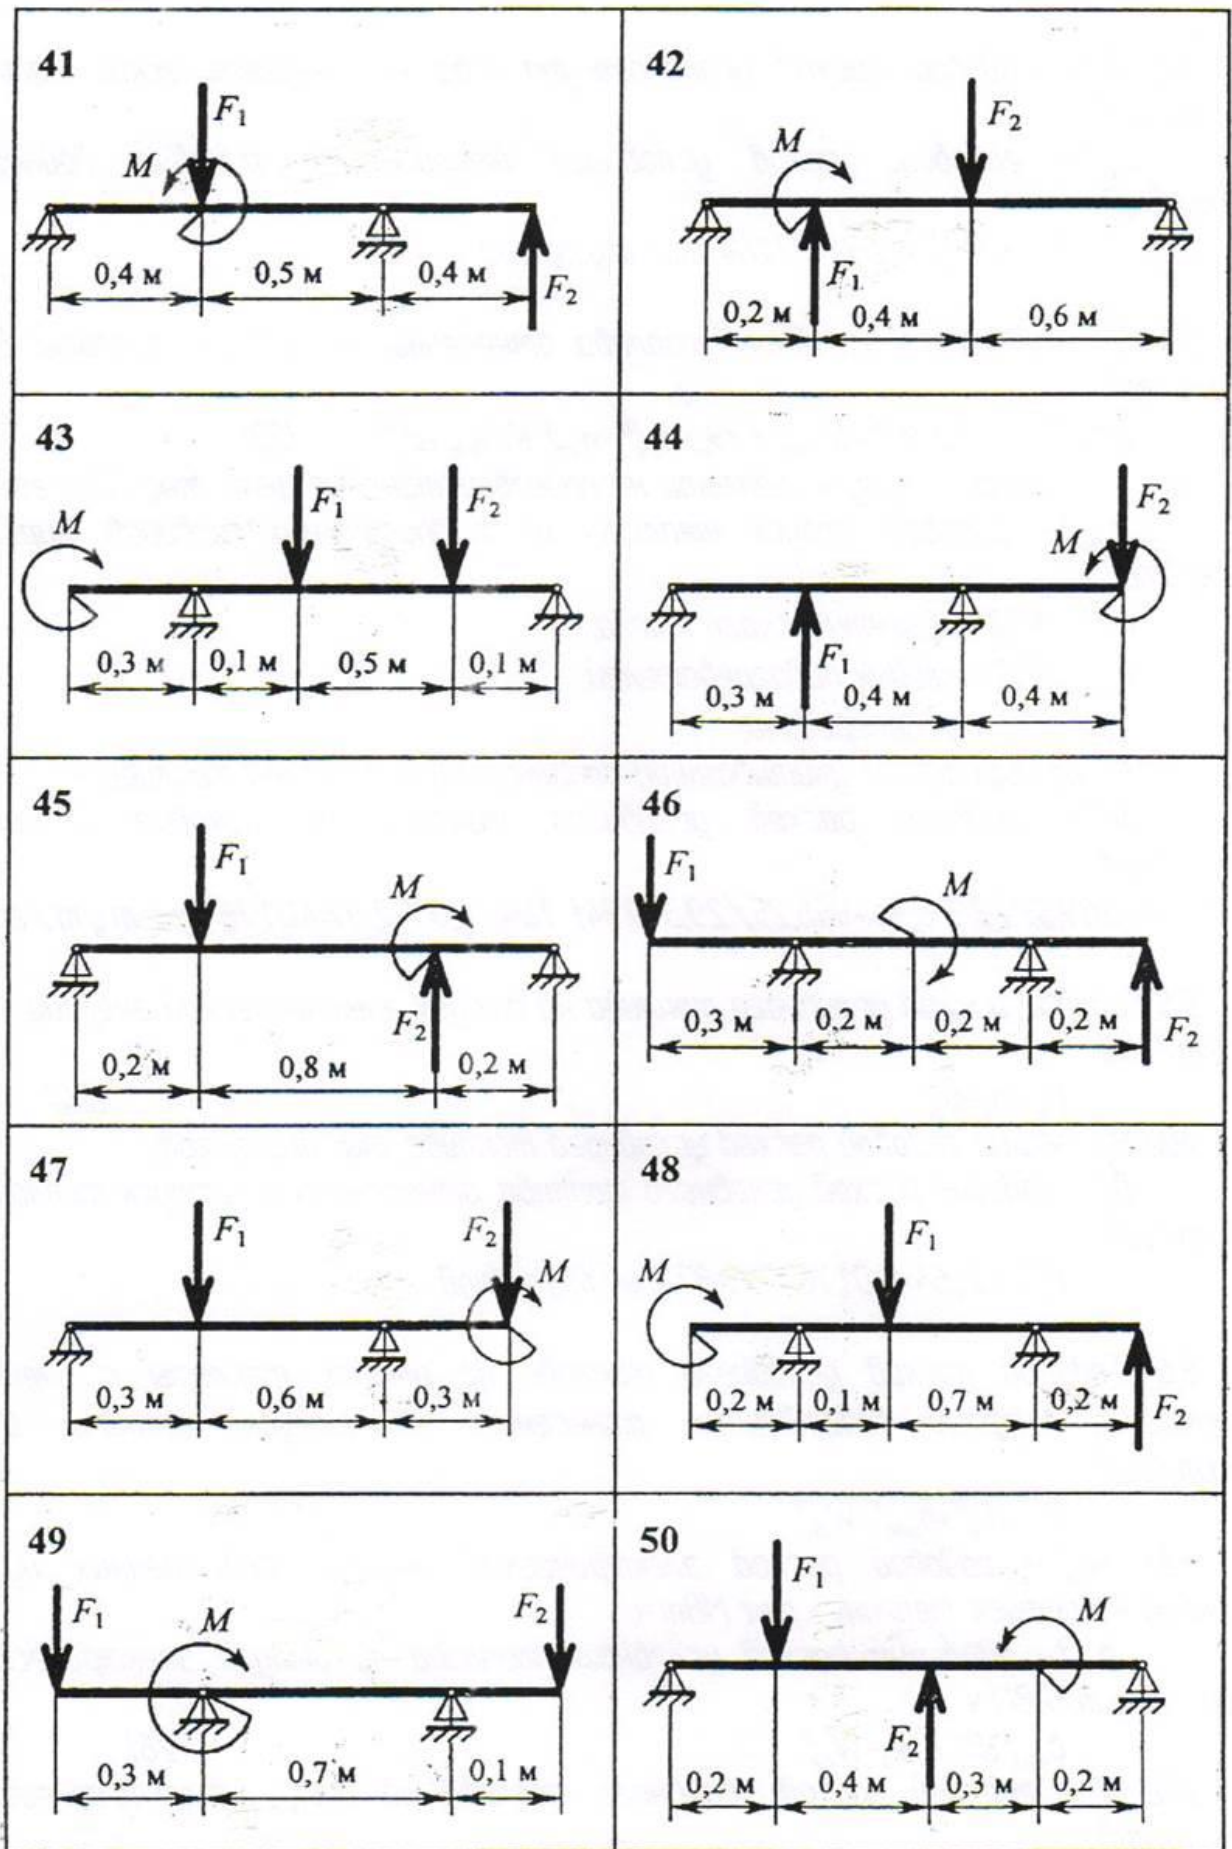

Рис. 5
**ЗАДАЧИ 41 – 50** (рис. 5, табл. 4). Для двухопорной стальной балки определить реакции опор, построить эпюры поперечных сил, изгибающих моментов и подобрать необходимые размеры поперечного сечения заданной формы, приняв  $[\sigma] = 150\text{МПа}$  для балки из стали и  $[\sigma] = 12\text{МПа}$  для деревянной балки.